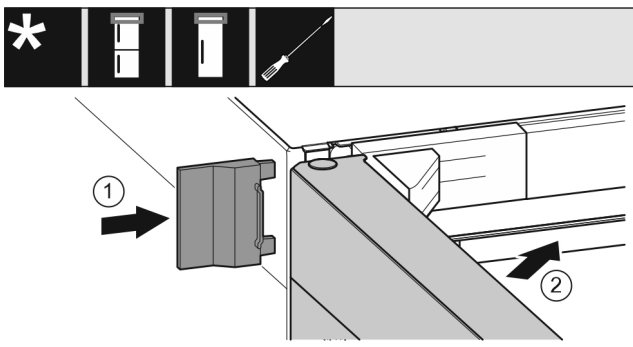

Fig. 29
- ▶ Надвиньте внешнюю крышку Fig. 29 (1).
- ▶ Закройте верхнюю дверь Fig. 29 (2).